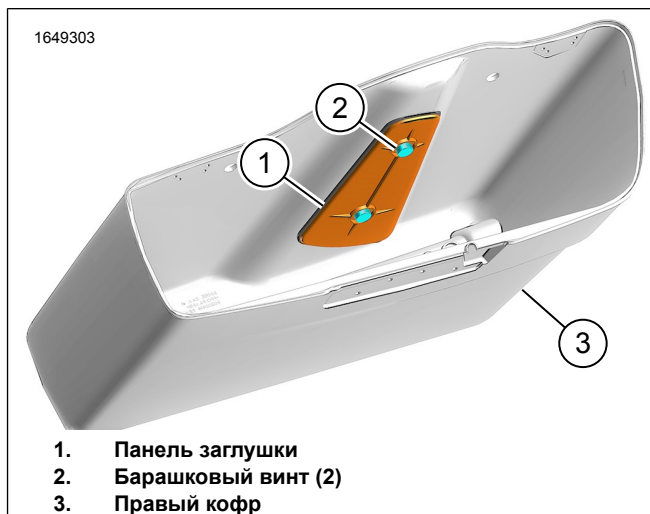

Рисунок 21. Панель заглушки
4. См. рис. 21. Расположите панель заглушки (1) над внутренней рамкой.
5. Установите барашковые винты (2). Затяните.